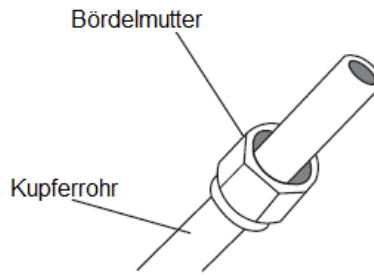

Abb. 7.4
3. Bringen Sie Bördelmuttern an beiden Enden des Rohrs an. Achten Sie darauf, dass sie in die richtige Richtung zeigen, da Sie sie nach dem Bördeln nicht mehr aufsetzen oder ihre Richtung ändern können. Siehe Abb. 7.4